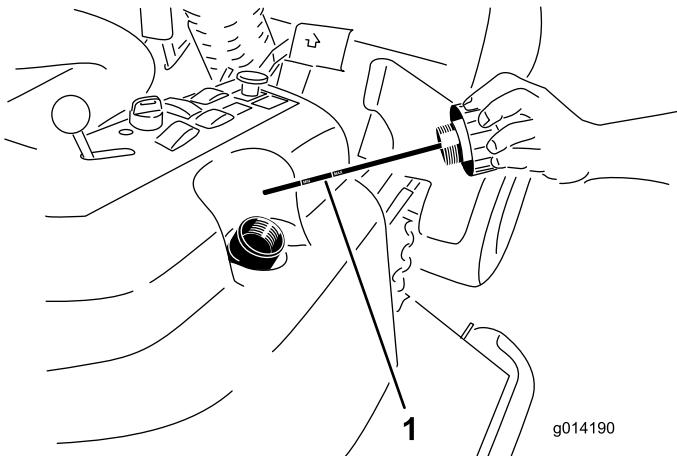

图48
- 从加油颈上取下液压加油颈盖图48。
- 取出量油尺用干净的抹布擦拭图48。
- 将量油尺完全拧入加油颈然后再取出检查液位图48。